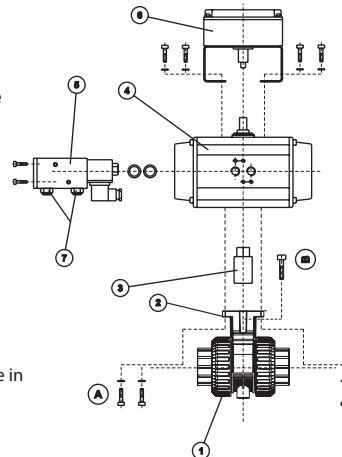

Fig. 19
5. Entfernen Sie die Schrauben (B, Abbildung 19).
6. Trennen Sie den elektrischen Antrieb (4) mit der Befestigungsschelle (2) von dem Ventil.
7. Entfernen Sie die Schrauben (A), um den Antrieb von der Befestigungsschelle zu trennen.
8. Wenn Sie den Antrieb durch einen Griff ersetzen möchten, entfernen Sie auch die Kupplungsbuchse (3).